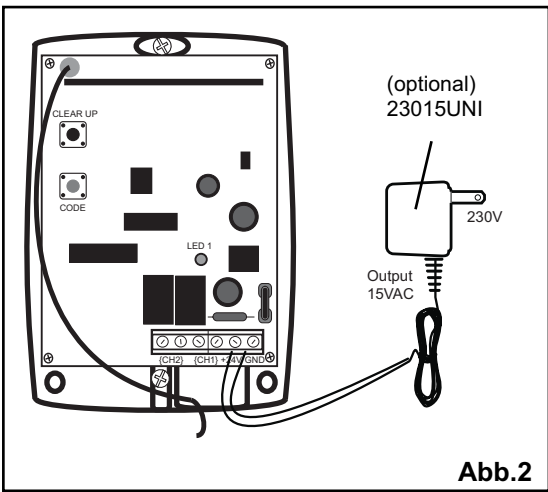

Abb.2
- 12 V - 24 V og GND er forbindelsesklemmerne på printkortet (afb.2). Forbind transformerkablet med forbindelsesklemmerne. Spænd derefter klemmerne godt fast.